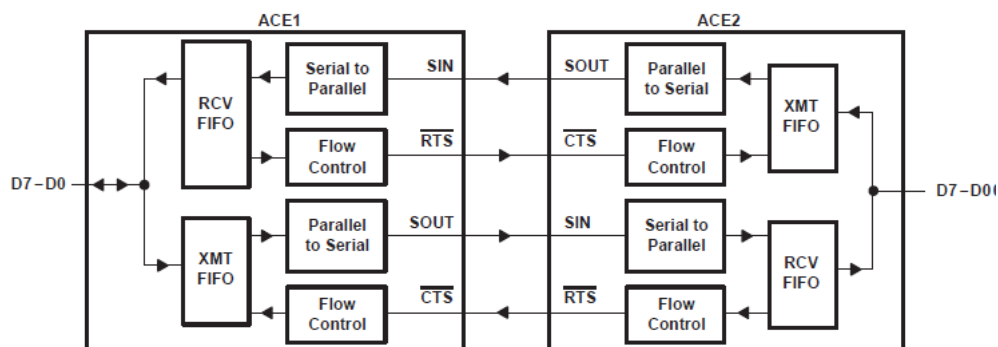

图 7-1. Autoflow Control (Auto- $\overline{\text{RTS}}$ and Auto- $\overline{\text{CTS}}$) Example
7.1 Autoflow Control (see 图 7-1)
7.2 Auto- $\overline{\text{RTS}}$ (see 图 7-1)
7.3 Auto- $\overline{\text{CTS}}$ (see 图 7-1)